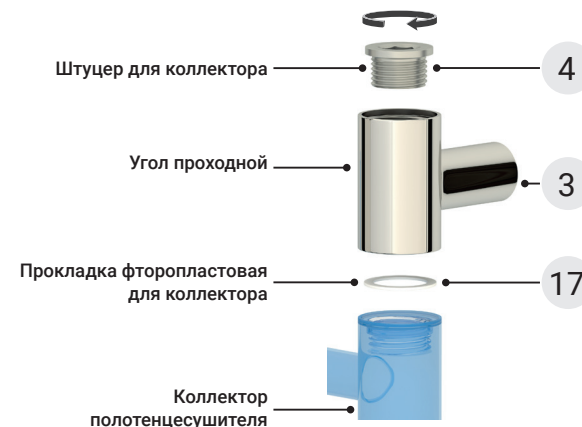

Рис. 1
1.1. Установить **глухие углы**, используя фторопластовые прокладки и штуцеры для коллекторов (рис. 1).